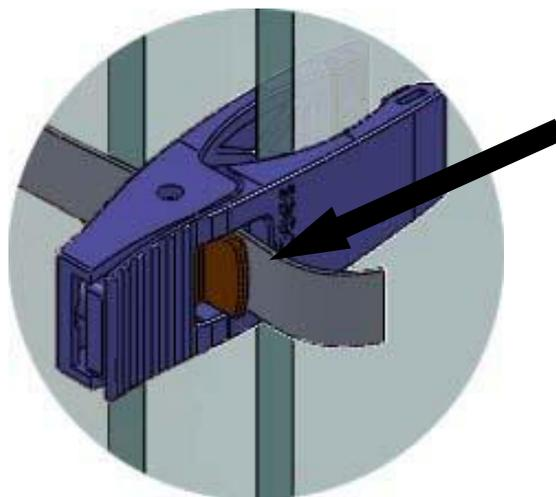

Figura 35
- Para liberar las hojas hay que destensar la cinta presionando la pestaña de desbloqueo (figura 35).